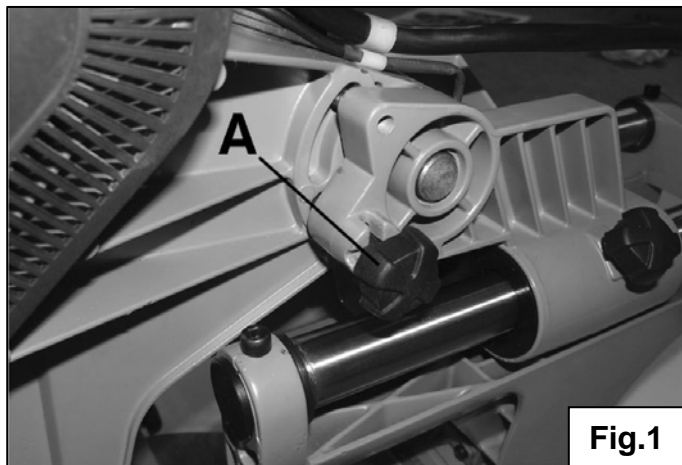

Fig.1
La troncatrice è spedita con il braccio di taglio bloccato in posizione di trasporto. Per sbloccare il braccio di taglio, spingetelo verso il basso, tirate e girate il bottone di sblocco **(A)** Fig.1.
1. Bloccate la testa della troncatrice in posizione bassa, chiudete il pulsante di bloccaggio per mettere la troncatrice in posizione di trasporto (**vedere Fig.1**).
1. Bloccate la testa della troncatrice in posizione bassa e chiudete il pomello di bloccaggio per mettere la troncatrice in posizione di trasporto (**vedere Fig.1**).